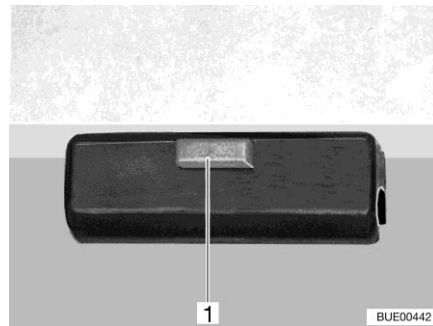

Fig. 127 Bloqueo
- Soltar el bloqueo (Fig. 127,1) del tablero de la mesa.